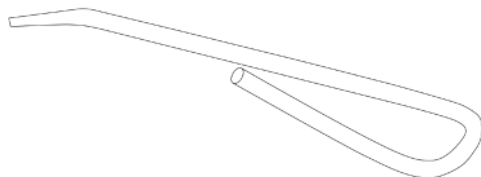

Рис. 7.3. Ключ.
1. Подключите кабельный разъем плазматрона к разъёму аппарата на передней панели (См. рис 7.4, 7.5). Используйте ключ (См. рис. 7.3).